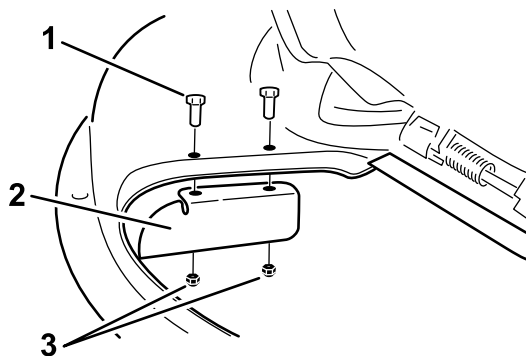

Figura 34
9. Instale la placa deflectora en la carcasa de corte (Figura 34).
3. Retire la placa deflectora de la carcasa de corte (Figura 34).